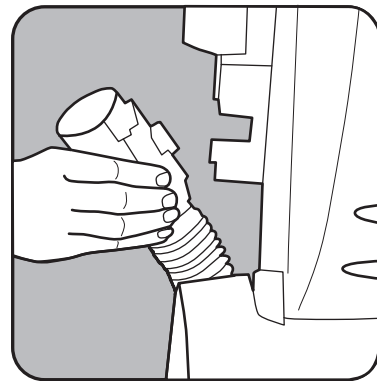

Fig. 1
- Pressez les pattes des deux côtés de l'orifice de nettoyage rapide et retirez-vous de l'aspirateur (Fig. 1).